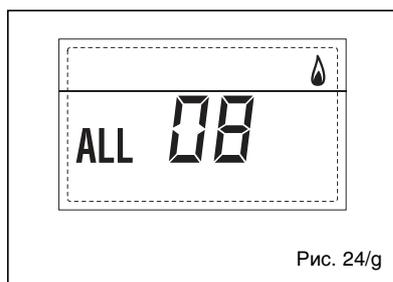

Рис. 24/g
**– НЕПОЛАДКА ЦИРКУЛЯЦИИ ВОДЫ, «ТРЕВ 09» (рис. 24/h)**